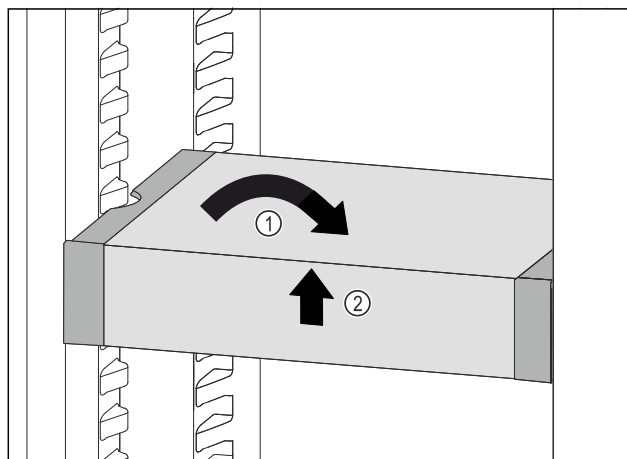

Fig. 32
- VarioSafe postavte rovně. Fig. 32 (1)
- VarioSafe vpředu zvedněte. Fig. 32 (2)